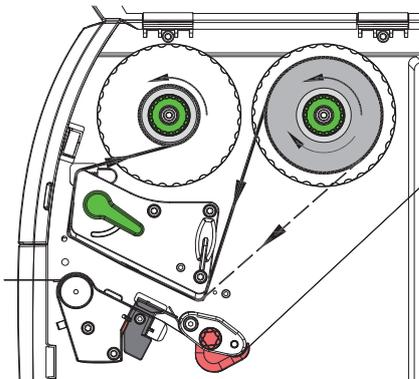

Figura 14 Scorrimento del nastro
2. Ruotare la leva (6) in senso antiorario per sollevare la testina di stampa.
3. Spingere il rotolo di nastro (1) sullo svolgitore (2) in modo tale che durante la svolgitura il rivestimento colorato del nastro sia rivolto verso il basso.
4. Posizionare il rotolo (1) sullo svolgitore in modo tale che le due estremità del rotolo si trovino su valori identici della scala.
5. Tenere fermo il rotolo di nastro (1) e ruotare la manopola dello svolgitore (3) in senso antiorario fino a che il rotolo non è fissato.
6. Spingere un'anima adatta (4) sull'avvolgitore del nastro (5) e fissarla allo stesso modo.
7. Far passare il nastro attraverso il gruppo di stampa come indicato in Figura 14.
8. Fissare l'inizio del nastro all'anima (4) con una striscia di adesivo. Prestare attenzione alla direzione di rotazione dell'avvolgitore del nastro: deve ruotare in senso antiorario.
9. Ruotare l'avvolgitore (5) in senso antiorario per livellare lo scorrimento del nastro.
10. Ruotare la leva (6) in senso orario per bloccare la testina di stampa.